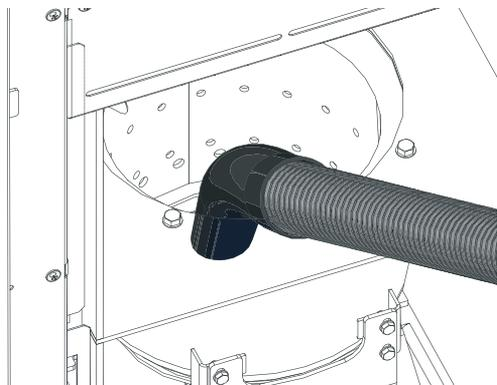

Fig. 44 Aspirare il tubo aria primaria al centro del corpo caldaia
- ▶ Aspirare i residui di combustione dal corpo caldaia con un'aspirapolvere. Aspirare la cenere anche dal tubo dell'aria primaria (al centro del corpo caldaia) – Fig. 44.
- ▶ Prima di inserire la spina aria primaria, aspirare nuovamente il tubo aria primaria al centro del corpo caldaia – Fig. 44. Non devono restare residui nel tubo (danni all'elemento di accensione!).